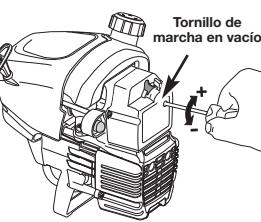

Fig. 31
La velocidad lenta del motor puede ser ajustada por la cubierta del silenciador / filtro de aire (Fig. 31).
- Suelte el gatillo del regulador y deje que el motor funcione en marcha lenta. Si el motor se para, inserte un pequeño destornillador Phillips en el orificio de la cubierta del silenciador / filtro de aire (Fig. 31). Gire el tornillo de marcha lenta en sentido horario, de a 1/8 de vuelta por vez (según sea necesario) hasta que el motor funcione en mínima.